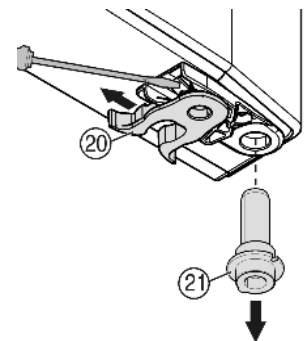

Fig. 9
- ▶ переставить пружинный зажим *Fig. 9 (20)*: Нажмите вниз язычок защелки, снимите с него пружинный зажим.
- ▶ Извлеките опорный палец *Fig. 9 (21)* из втулки двери и вставьте вместе с шайбами на противоположную сторону. Язычок защелки должен быть направлен к внутренней стороне двери, паз — к внешней стороне.
- ▶ Поверните нижнюю часть двери и вставьте опорный палец Fig. 9 (21) в опорный кронштейн. При необходимости покрутите опорный палец, чтобы он смог заскочить.